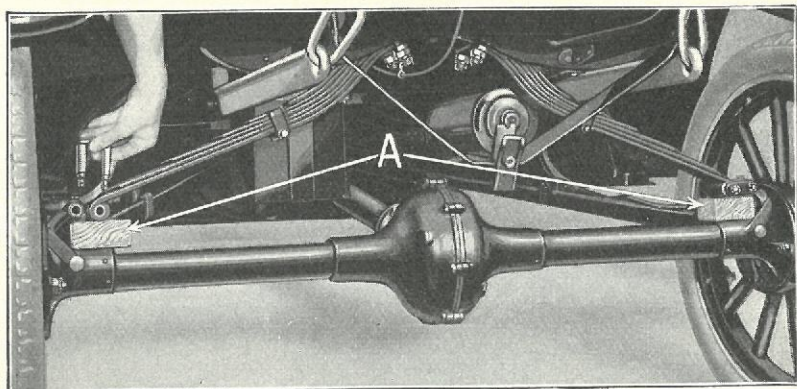

Fig. 366
- 664** For at lette Oprettningen af Fjeder og Fjederstøtte, saa at Hængeboltene kan indsættes, kan der anbringes et Par Træklodser under hver Ende af Fjederen, saaledes at Vognens Vægt hviler herpaa (Fig. 366-A).
- 705** Sæt den ene af Fjederhængselboltene gennem Fjederstøtten og Fjederen. For at lette Montering af den anden Hængselbolt anbringes en ca. 2" tyk Træklods under hver Ende af Fjederen paa samme Maade, som vist for Bagfjederen i Fig. 366. Dette vil bevirke, at Hullerne i Fjeder og Fjederstøtter vil flugte, saa Hængselboltens let kan isættes.